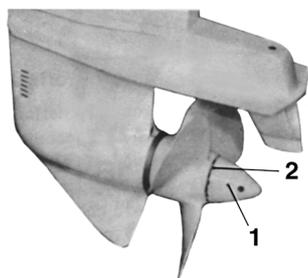

Fig. 2.
1. Défaire les languettes de verrouillage de la rondelle d'arrêt 2, figure 2, du cône d'hélice 1 et démonter ce dernier en le dévissant. Enlever la rondelle d'arrêt, les vis et la douille d'écartement (33, figure 59).